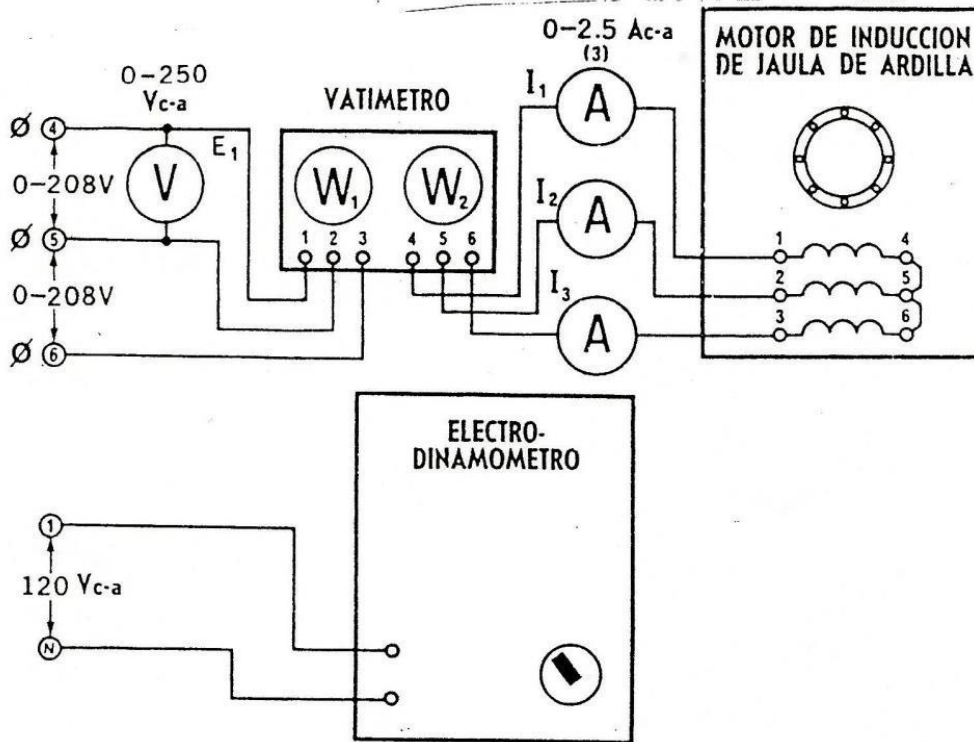

Figura 1
4. Conecte el circuito que se ilustra en la figura 1 usando los módulos EMS de motor jaula de ardilla, electrodinamómetro, vatímetro trifásico, fuente de alimentación y medición de c-a. **¡No acople el motor al dinamómetro todavía!** Observe que los devanados del estator están conectados en estrella a través del vatímetro, a la salida trifásica variable de la fuente de alimentación, terminales 4, 5 y 6.